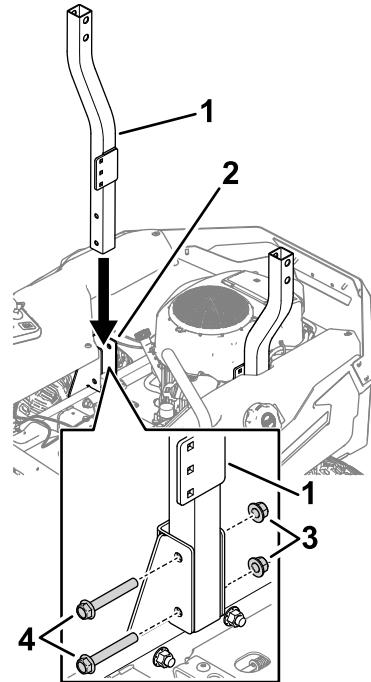

Figura 6
2. Abbassate un tubo del roll-bar inferiore sul supporto del ROPS e fissatelo con 2 bulloni a testa esagonale ($\frac{1}{2}'' \times 3\frac{1}{2}''$) e 2 dadi di bloccaggio ($\frac{1}{2}"), come mostrato nella Figura 6. Ripetete l'operazione sull'altro lato.$